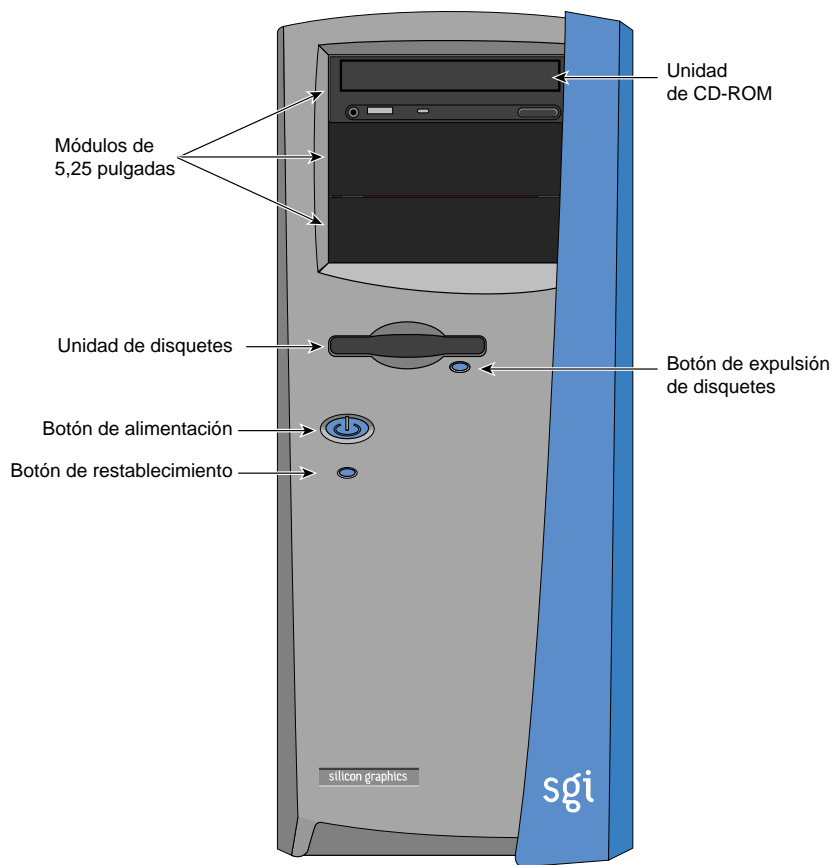

Figura 1-1 Cubierta frontal
Como se muestra en la Figura 1-1, desde el panel frontal se accede a la unidad de disquetes y a un máximo de tres dispositivos de 5,25 pulgadas. El módulo de unidades de 5,25 pulgadas superior está ocupado por una unidad de CD-ROM. El conmutador de alimentación, el botón de restablecimiento y el botón de expulsión de disquetes también se encuentran en la cubierta frontal.
8. Para encender el sistema, presione el conmutador de alimentación del panel frontal (consulte la Figura 1-1).